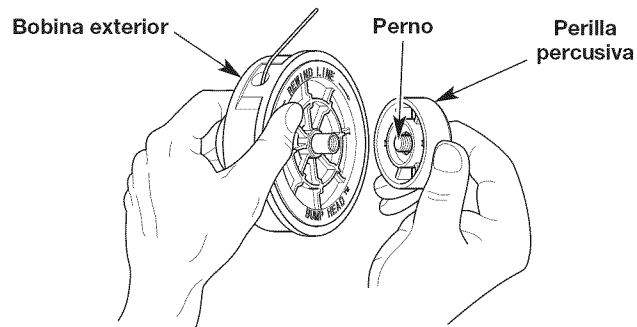

Fig. 10
1. Sostenga la bobina exterior con una mano y desenrosque la perilla percusiva en sentido contrario a las agujas del reloj (Fig. 10).